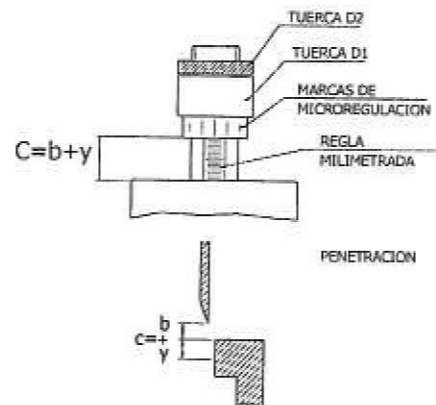

Fig. 9
I) elegir el valor de la penetración Y (ver la TABLA 1) y regular la tuerca D1 hasta una cota $c = b + y$ (para accionar la tuerca D1 se aconseja quitar la presión. Fig. 9)